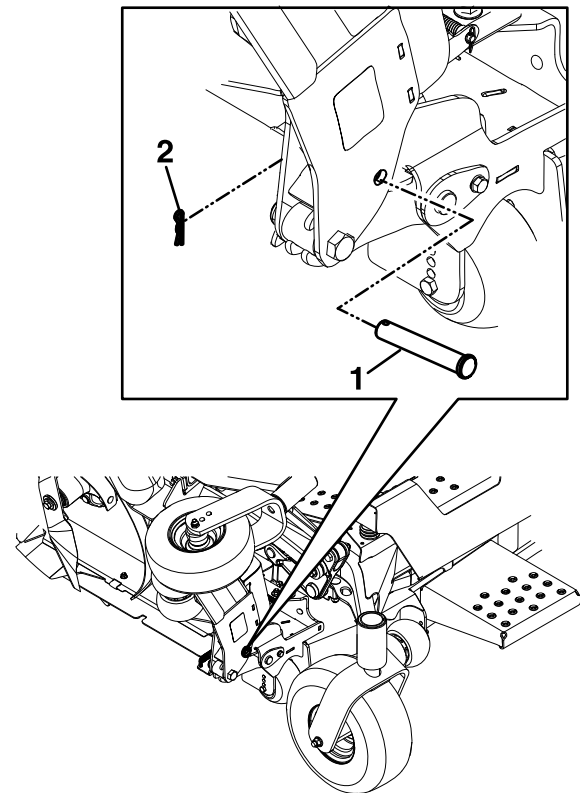

Figura 23
5. Retire el pasador y la chaveta del lugar de almacenamiento y fije cada carcassa lateral en posición vertical (Figura 23).